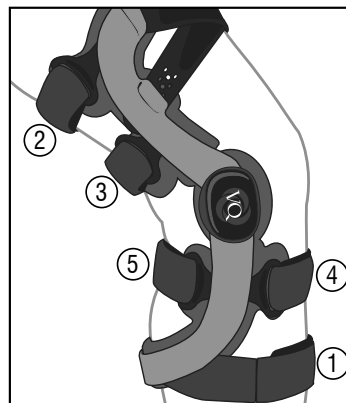

Figure 3
4. À l'aide de la poignée insérez les nouvelles butées à leur places comme montré à la figure 3. Ne dévissez pas encore la poignée. Les butées de flexion vont dans la charnière postérieure tandis que les butées d'extension se placent dans la partie antérieure de la charnière.
- Tout en maintenant l’orthèse alignée avec le haut de la rotule, attachez les sangles 1 à 5 dans l’ordre indiqué sur les fermetures des sangles et dans la figure 3. Les sangles doivent être confortablement serrées pour sécuriser de façon correcte l’orthèse. Ne serrez pas trop.